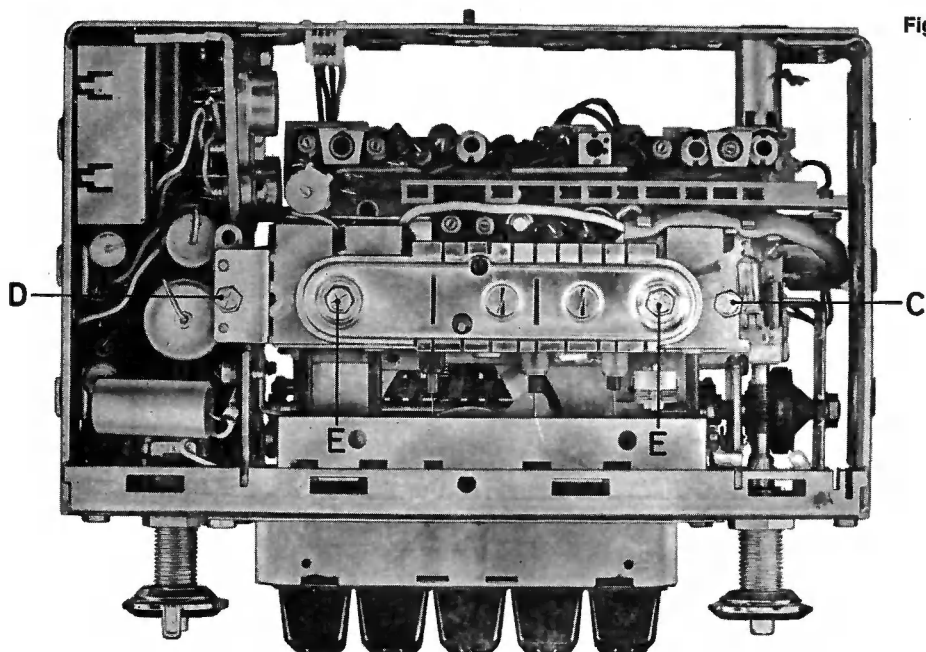

Fig. 2
- 2.2 Zum Ausbau der Spulenplatte die beiden Halteschrauben „C“ und „D“ herausdrehen, Fig. 2.
- 2.5 Spulenplatte um ca. 1,3 cm zurückschieben und mit Schraube „D“ befestigen (Fig. 2). In dieser Stellung können nach Hochklappen der ZF-Platte (Pkt. 1) Messungen und Wechsel von Teilen auf der Spulenplatte vorgenommen werden.
- 2.2 For removal of the coil board, remove the two mounting screws „C“ and „D“, fig. 2.
- 2.5 Slide coil board approx. 1.3 cm backwards and attach with screw „D“ (fig. 2). In this position, measurements and exchange of parts on the coil board can be carried out after lifting the IF board (point 1).